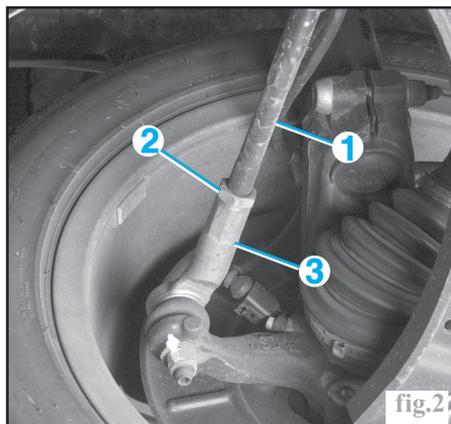

fig.2
Le parallélisme se règle par l'allongement ou le raccourcissement symétrique de la longueur des biellettes de direction (1), en les tournant par leur empreinte hexagonale (2), après avoir desserré les contre-écrous (2) des rotules de direction (3) puis déposé les colliers extérieurs des soufflets du boîtier de direction (Fig.2).